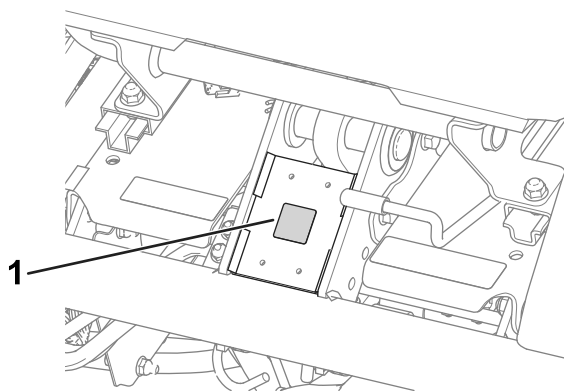

Figura 9
- Aplique o adesivo da marca CE na estrutura sob a frente do assento (Figura 9).